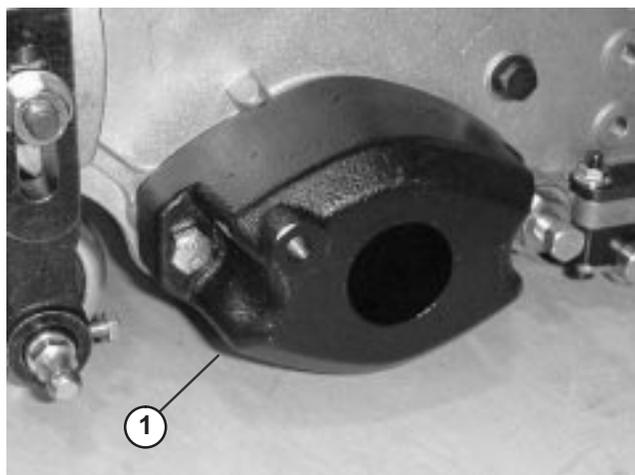

Figure 5
2. Écrou de vis de réglage de contre-lame (2)
A. Retirez les 2 vis à tête de fixation du contre-poids à l'extrémité gauche du plateau de coupe. Déposez le contre-poids (Fig. 5).
E. Appliquez de la graisse à l'intérieur du coupleur d'entraînement. Montez le coupleur à l'extrémité gauche du tube de cylindre du plateau de coupe au moyen d'un jonc d'arrêt (Fig. 5).